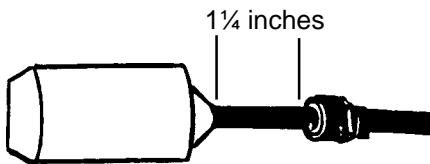

Figure 1
1. Install and tighten strain relief onto float cord. See fig. 1.
1. Instale y sujete el prensaestopas sobre el cable del flotador (véase fig. 1).
1. Installer et fixer le presse-étoupe sur le câble du flotteur (voir fig. 1)